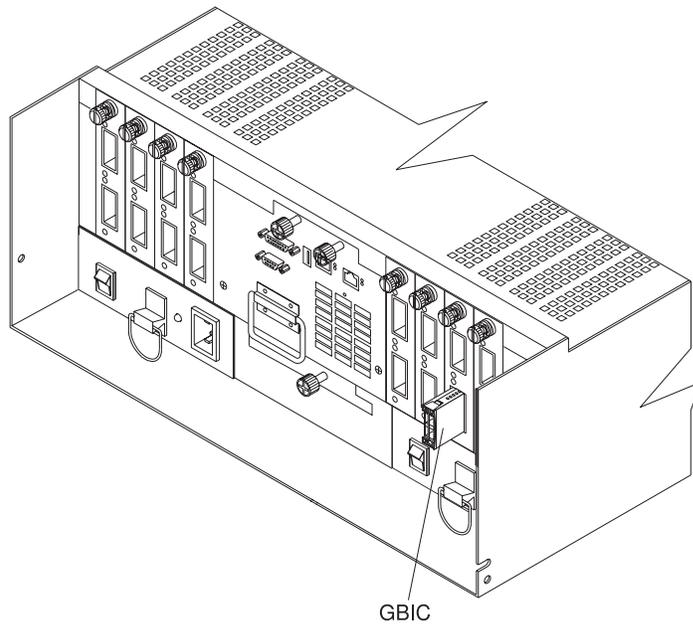

Figura 30. Instalando um GBIC em um FAST500
1. Inserir um GBIC na porta de mini-hub da unidade localizada atrás de um FASTt500, conforme mostrado na Figura 30 na página 32.